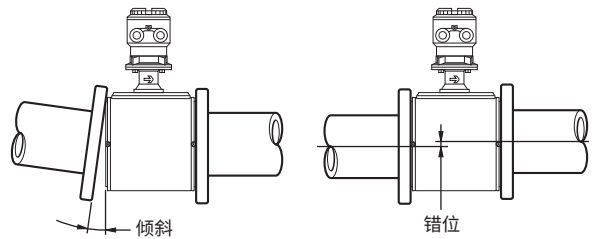

图3.2.2 倾斜和错位的流量计配管
- (1) 安装流量计前，调整错位或倾斜的管道，以及安装法兰间的间隙(请参阅图3.2.2)。